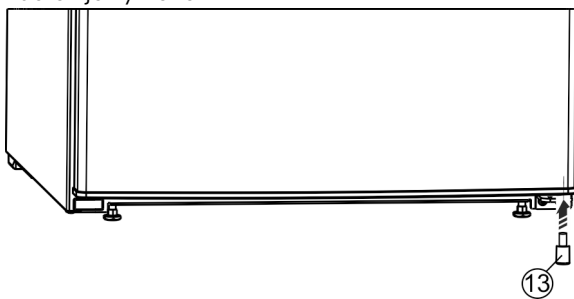

Fig. 27 *
- ▶ Distanční vložku Fig. 27 (13) opět vsadte vpravo dole do dveří; je důležitá pro stabilitu přístroje.*